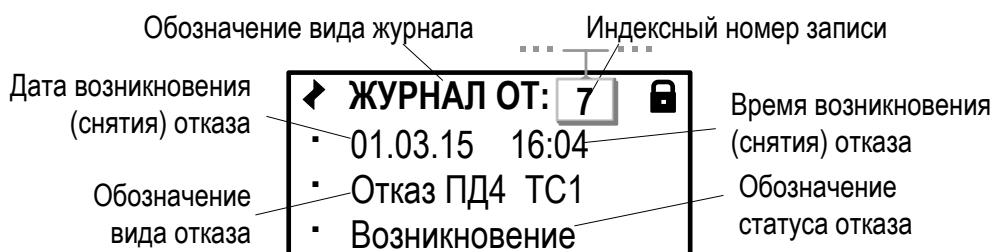

Рис.44. Вид окна индикации «Журнала отказов датчиков».
7.3.3. **Журнал Отк. дтч.** и **Журнал НС** имеют одинаковую структуру (рис.44).